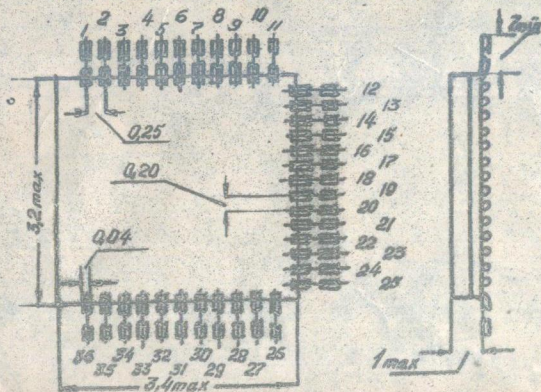

Рис. 1
4. Габаритные размеры приведены на рис. 1
Извлечение микросхем из герметичной заводской упаковки, входной контроль параметров, монтаж микросхем в микромодулях, узлах, в блоках аппаратуры, а также герметизации последних должны осуществляться в условиях контролируемой среды с соблюдением правил вакуумной тигельной при влажности воздуха не выше 65%. После снятия микросхем с тары-спутника гибкие выводы микросхем отрезаются стальными в соответствии с рис. 1. При перенесении схемы на подложку гибридной микросхемы микросхема берется пинцетом за несколько отогнутых выводов.